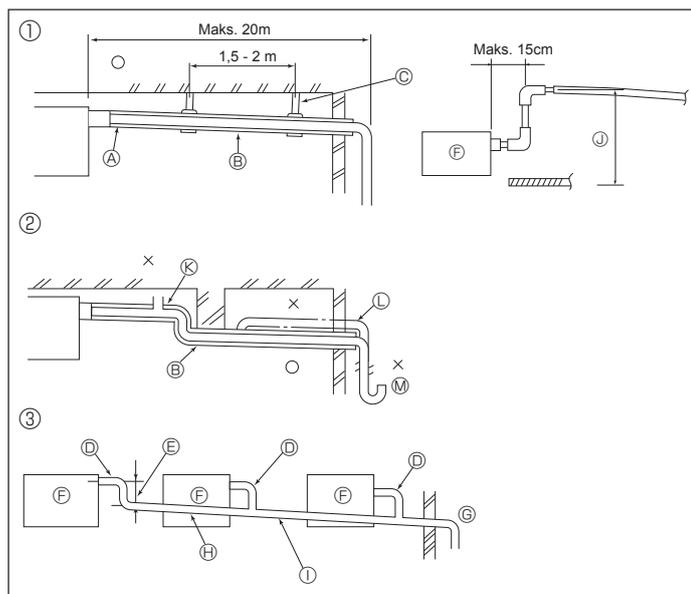

Fig. 5-1
5.1. Arbeid med avløpsrør (Fig. 5-1)
- ① Korrekte rør
- ② Feil rør
- ③ Grupperte rør